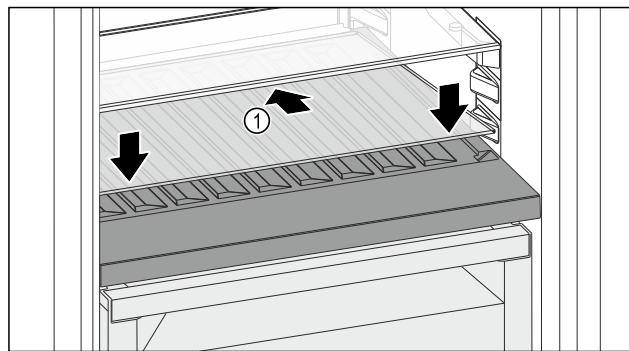

Fig. 94
- Skleněnou desku Fig. 94 (1) zasuněte šikmo a skloněnou dozadu dolů.
- Skleněnou desku Fig. 94 (1) vpředu spusťte dolů.